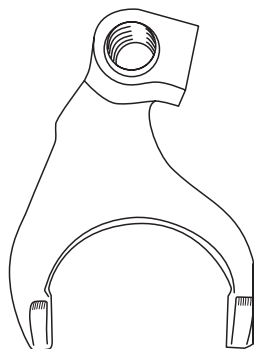

Рис. 13
13. Доработайте вилку переключения шестерни промвала (включение переднего моста), которая при включении переднего моста будет упираться в вал заднего моста. Доработку произведите согласно **Рис. 13** (по месту).